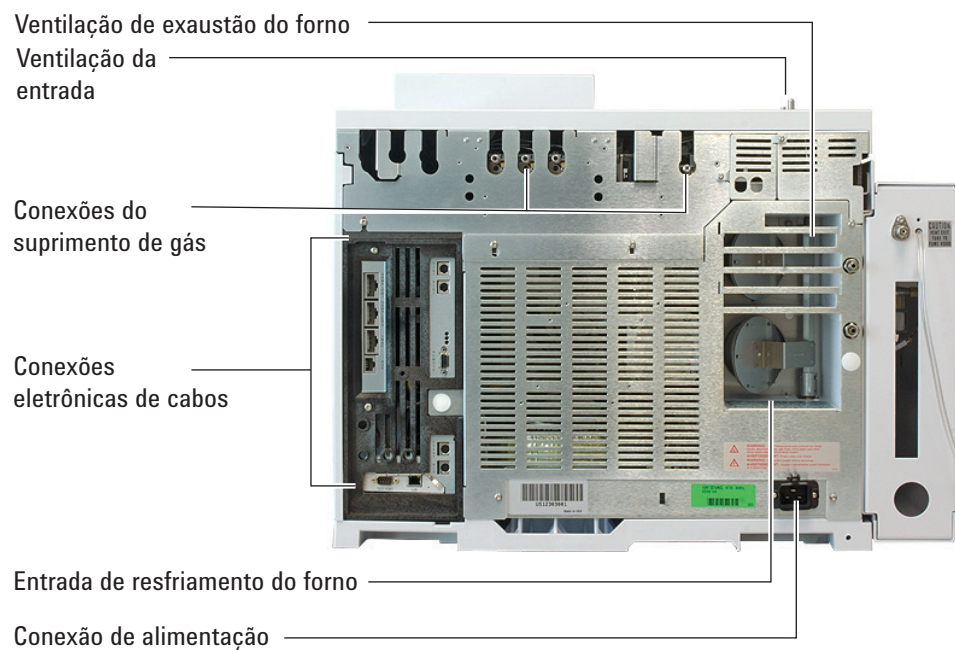

Figura 2 Visão posterior do GC 7890B
- 1 Localize a etiqueta de alimentação perto do conector do cabo de alimentação na parte de trás do GC. (Consulte a Figura 2.) Compare as configurações de alimentação do instrumento com a tensão de linha do laboratório. Consulte “Consumo de energia”, abaixo.